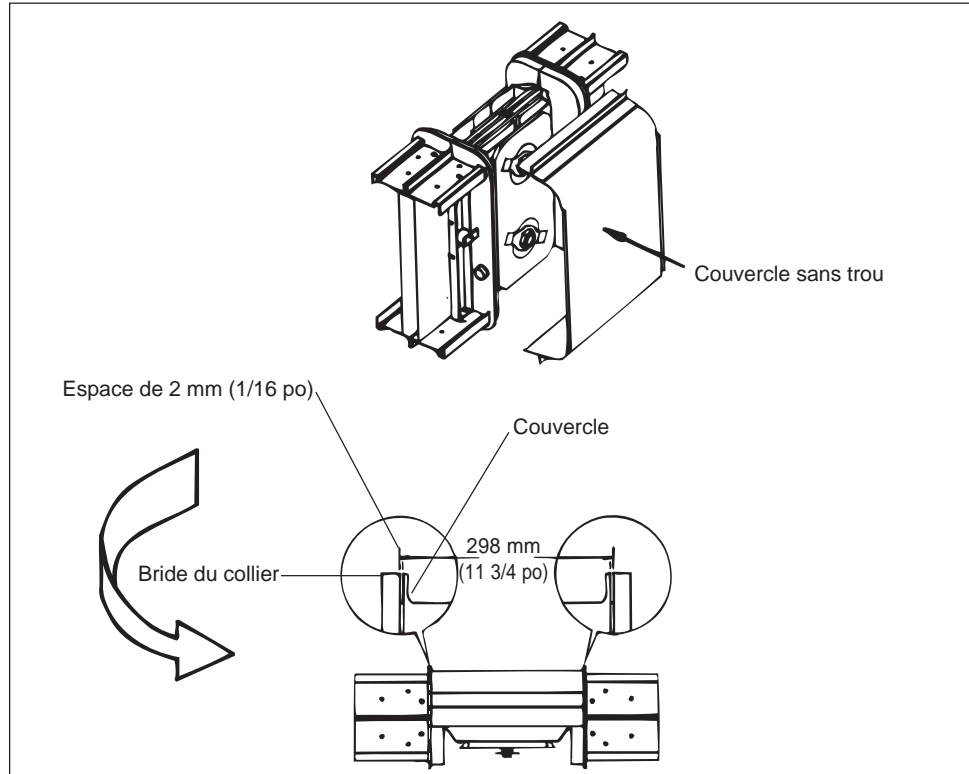

Figure 11
2. Aligner la jonction à l'aide du couvercle (figure 11).
Pour l'alignement, utiliser le couvercle sans trou. Vérifier les dimensions indiquées à la figure 11 ci-dessus. Laisser un espace de 2 mm (1/16 po) entre le couvercle et le collier. (Laisser le couvercle en place afin de faciliter les étapes suivantes).
Afin d'assurer le bon alignement indiqué à la figure 11, laisser le couvercle en place pendant le serrage des boulons de la jonction. Serrer à l'aide d'une clé avec une manche d'au moins 45,7 cm (18 po) jusqu'à ce que la tête du boulon VISI-TITE se brise et que le disque rouge tombe. Retirer le couvercle.